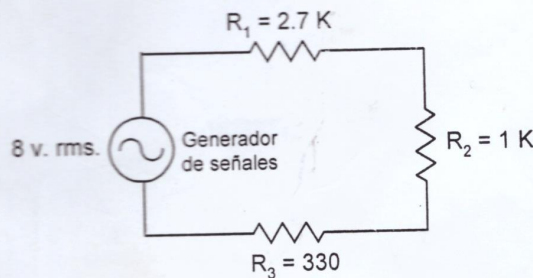

Fig. 1
1. Conecte el circuito de la Fig. 1. Ajuste la señal del generador de audio a 60 Hz. Y a una tensión de salida de 6 voltios rms.